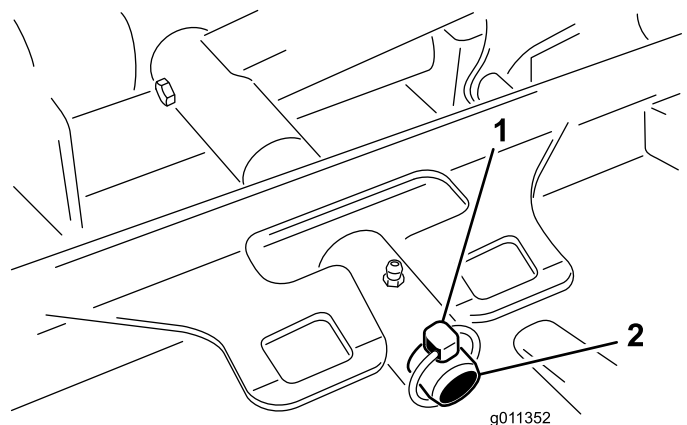

Figura 93
3. Îndepărtați cuiul de osie (pentru mainile Groundsmaster 4500) sau piulia de fixare (pentru mainile Groundsmaster 4700) care fixează cadrul de susinere al unității de tăiere pe tiftul de pivotare al braului de ridicare (Figura 93).
2. Glisezi cadrul de susținere al unității de tăiere pe tiftul de pivotare al braului de ridicare (Figura 93). Fixezi unitatea de tăiere pe tift cu cuiul de osie (pentru mainile Groundsmaster 4500) sau piulița de fixare (pentru mainile Groundsmaster 4700).